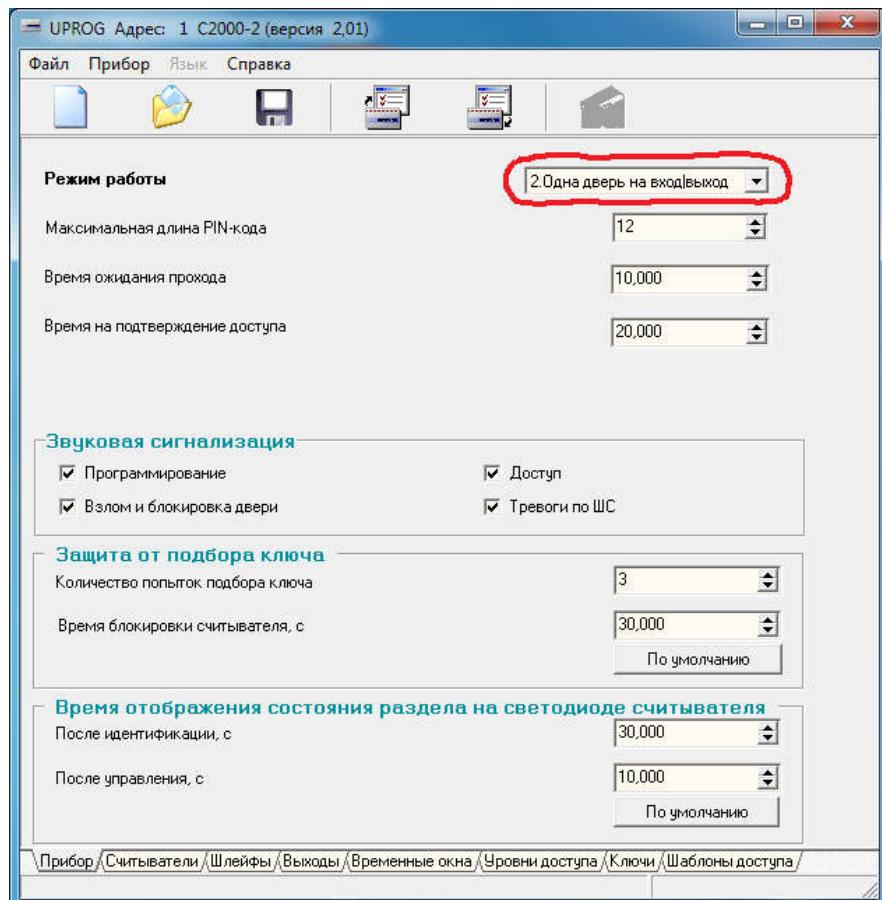
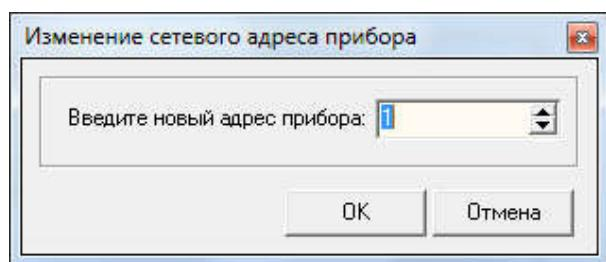
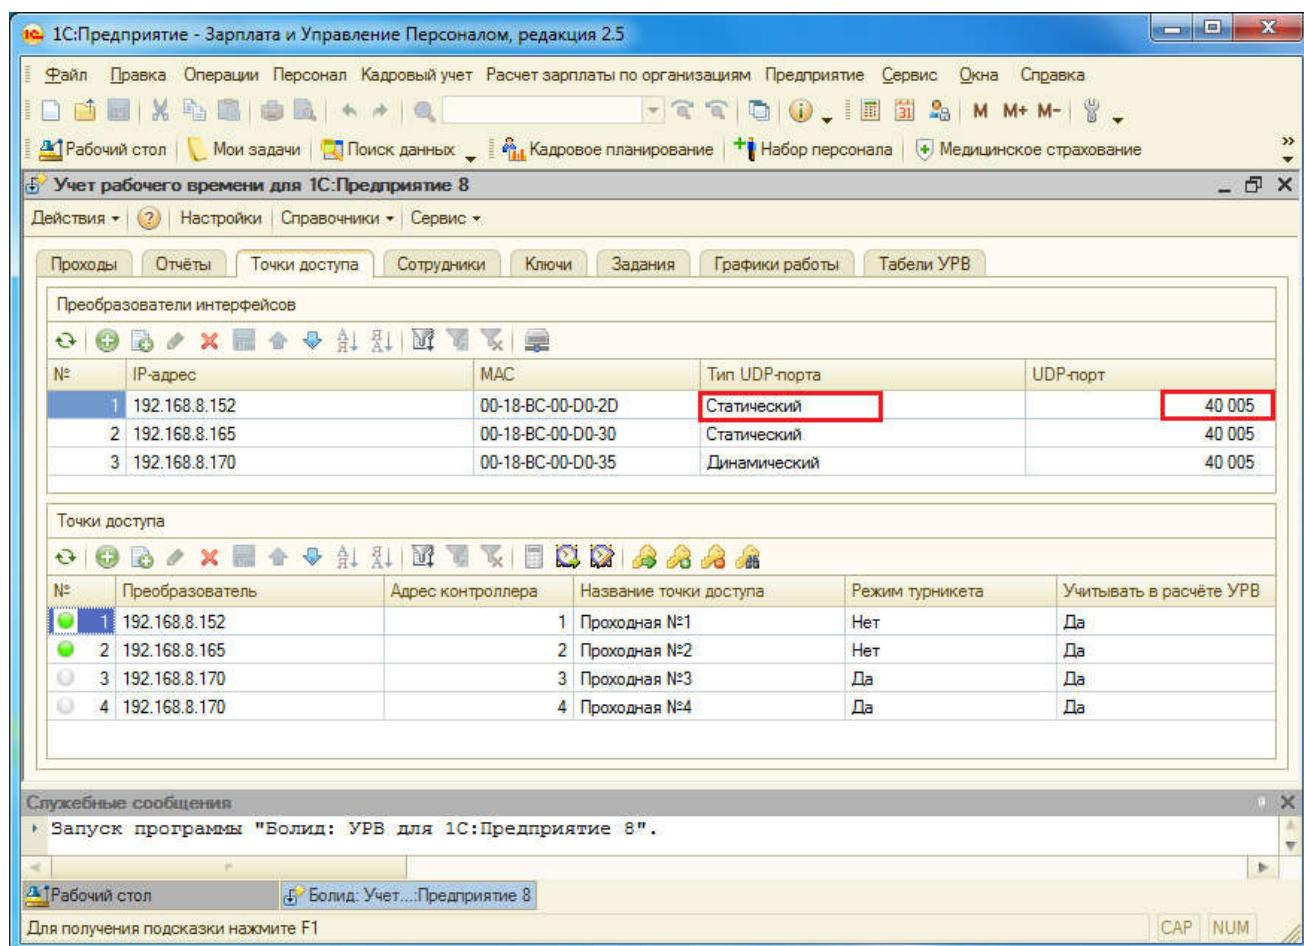

Рис.12. Конфигурирование контроллера доступа С2000-2, закладка «Прибор».
Рис.14. Изменение сетевого адреса контроллера доступа С2000-2.
Рис.16. Страница «Точки доступа».
9) Сконфигурировать контроллер доступа C2000-2. На закладке «Прибор» (см. рисунок 12) установить режим работы «Одна дверь на вход|выход» либо «Турникет». Эта настройка должна соответствовать параметру точки доступа программы УРВ для 1С (см. рисунок 16), где в колонке «Режим турникета» устанавливается значение «Нет» или «Да».
Изменение сетевого адреса контроллера доступа С2000-2 выполняется из главного меню программы UProg путём выбора пункта меню «Прибор→Изменение сетевого адреса». В открывшемся окне (см. рисунок 14) задаётся сетевой адрес прибора в диапазоне 1..127. Этот же адрес задаётся в параметрах точки доступа программы УРВ для 1С (см. рисунок 16), в колонке «Адрес контроллера»;
- На закладке «Точки доступа» добавить сначала преобразователи интерфейсов, затем, точки доступа (предварительно сконфигурированные и подключенные контроллеры доступа). Тип UDP-порта установить значением «Статический», UDP-порт – значением 40005. Сохранить настройки и перезапустить службу «Орион2-Интерфейс» и программу «УРВ для 1С». Если все выполнено правильно, то напротив каждой точки доступа будет видна индикация в виде зеленого кружка (см. рисунок 16).